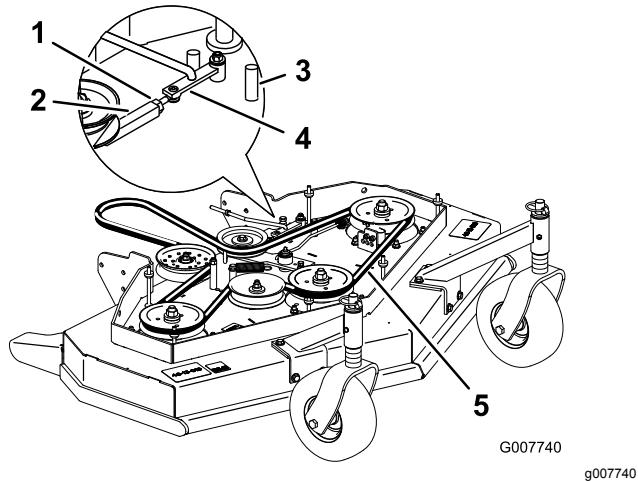

Bild 46
3. Lösen Sie die Sicherungsmutter an der Spannschraube (Bild 46).
4. Drehen Sie die Spannschraube zum Heck des Mähwerks, um die Riemenspannung zu erhöhen. Drehen Sie die Spannschraube zur Vorderseite des Mähwerks, um die Riemenspannung zu verringern (Bild 46).